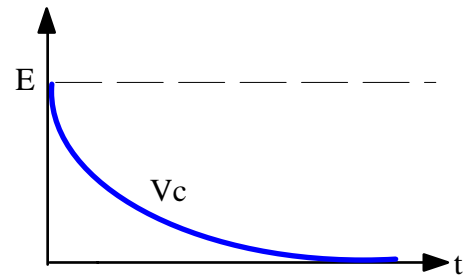

Fig. I-12 : décharge d'un condensateur
c.à.d $V_c = 0$. L'allure de la tension V_c est illustrée sur Fig. I-12. L'équation de sa variation est donnée par :